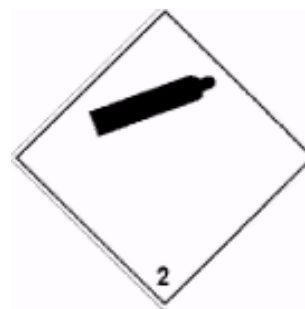

Fig. 5
- Bij het transport over openbare wegen gelden voor ademluchtcilinders met meer dan 2 bar druk de transportvoorschriften voor gevaarlijke stoffen van de GGvSE en ADR. De ademluchtcilinders of het transportpakket moeten worden gelabeld met het gevarenlabel nr. 2.2 volgens paragraaf 5.2.2.2 ADR (zie fig. 5).